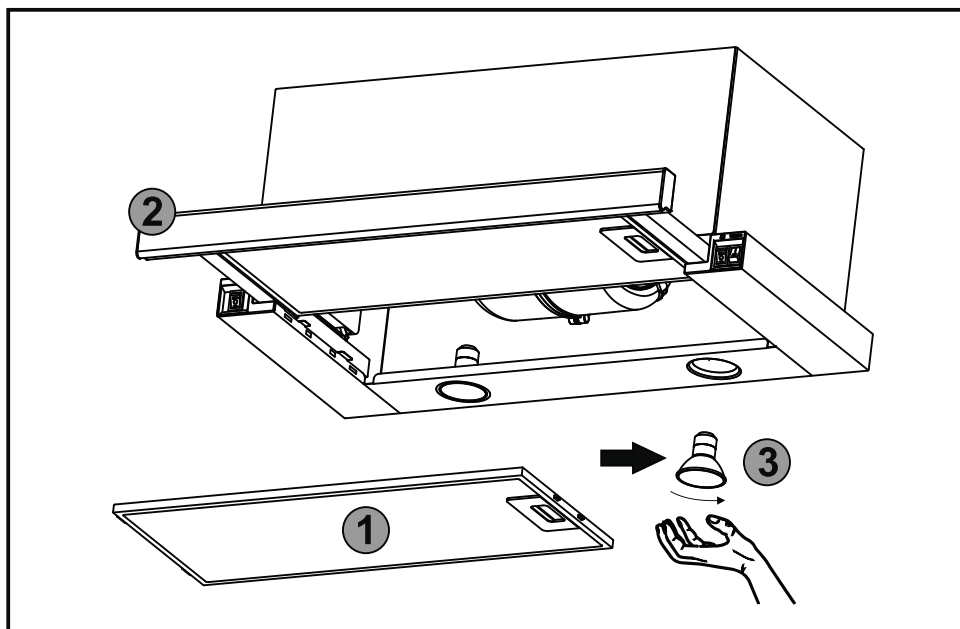

Рис.7
8.9 На витяжці встановленні **HALOGEN / LED** лампи підсвітки робочої зони плити. Перед початком заміни ламп освітлення необхідно відключити витяжку від електромережі, дати можливість охолонути лампам. Для заміни лампи необхідно зняти алюмінієвий фільтр **1**, витягнути шушляду висувну **2**, віджати тримач патрона на себе, щоб лампа **3** вийшла з корпусу витяжки, утримуючи тримач патрона, злегка надавити на лампу в напрямку патрона і, повернувши її проти годинникової стрілки, вийняти з корпусу витяжки (**рис.7**).